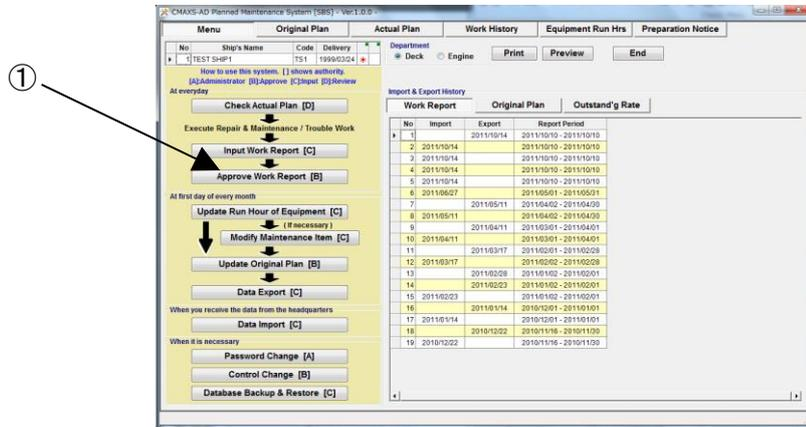

図 8-1 Menu 画面
(1) "Menu"画面(図 8-1)で、[Approve Work Report]ボタンをクリックしてください。